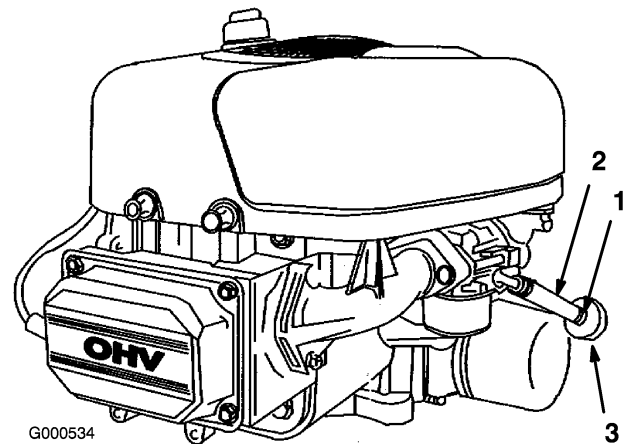

Bild 28
4. Lockern Sie die Schlauchklemme am Kraftstofffilter und schieben Sie sie an der Kraftstoffleitung weg vom Kraftstofffilter (Bild 28).
5. Ziehen Sie die Kraftstoffleitung vom Filter (Bild 28).
7. Bringen Sie die Kraftstoffleitung am -filter an. Schieben Sie die Schlauchklemme ganz an den Kraftstofffilter heran, um die Kraftstoffleitung zu befestigen (Bild 28).